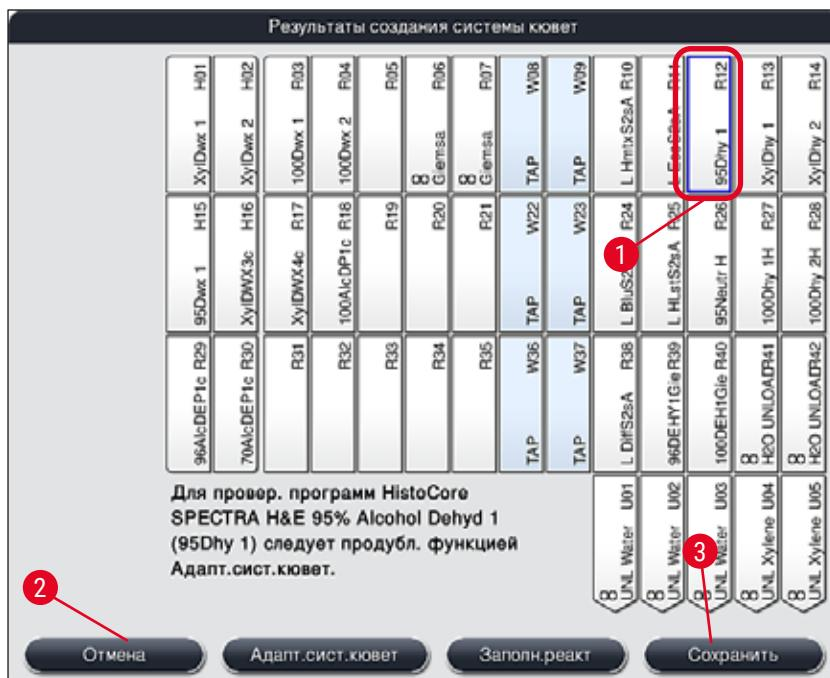

Рис. 53
- После того, как программное обеспечение рассчитает параметры системы кювет с использованием программ с назначенными приоритетами, на экране появится обзор результатов (→ "Рис. 53") для пользователя.
- Если ни одна из программ Leica не интегрирована в систему кювет, изображение (→ "Рис. 53") будет отличаться от представленного (не показано на рисунках). В этом случае реагенты можно заливать в соответствии с описанием в (→ с. 84 – Заполнение реагентами).